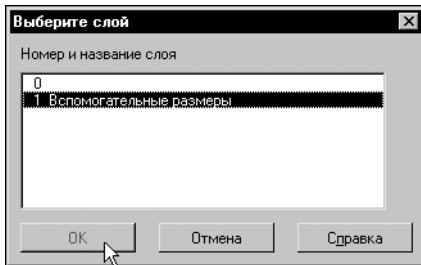

Рис. 61.24. Диалог выбора слоя
9. В появившемся диалоге **Выберите слой** сделайте текущим слой № 1 и нажмите кнопку **ОК** (рис. 61.24). Размеры переместятся на слой № 1.